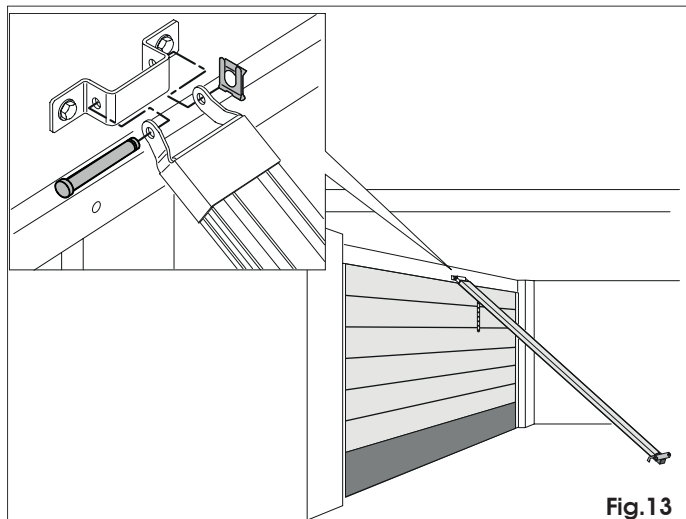

Fig. 13
- 7) Unieść prowadnicę z przedniego mocowania i zamontować je ze wspornikiem mocującym za pomocą specjalnej śruby przełotowej i klipsa (Rys. 13).